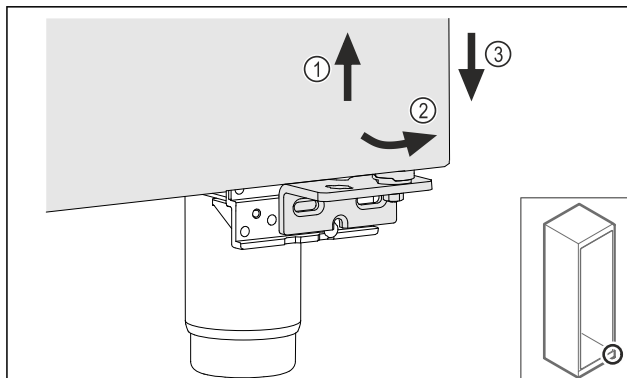

Fig. 16
- ▶ Løft døren litt *Fig. 16 (1)*, vipp den fremover på den nedre delen *Fig. 16 (2)* og senk den ned *Fig. 16 (3)*.